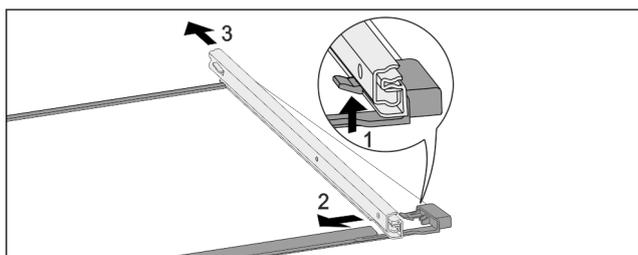

Fig. 107 Tablette en verre avec rails
- Pousser le crochet d'enclenchement avant vers le bas. Fig. 107 (1)
- Pousser le rail télescopique vers le côté Fig. 107 (2) et vers l'arrière Fig. 107 (3).